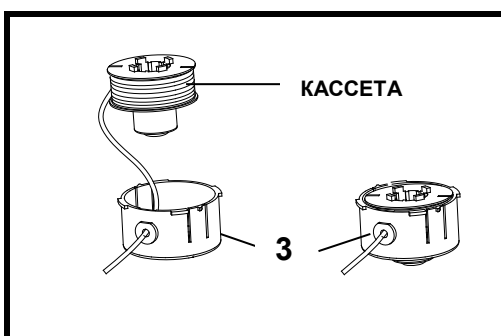

Рис.18
Рис.18а
- Используйте новую кассету катушки (3) с леской для замены Рис.18.
- Протяните леску через отверстие в держателе катушки (3), затем введите в него саму кассету катушки Рис.18.
- Убедившись в сохранности пружины, установите катушку и держатель обратно на триммер. Для этого, нажмите на головку и начните поворачивать ее по часовой стрелке, пока она не заблокируется в своем положении Рис.18а.